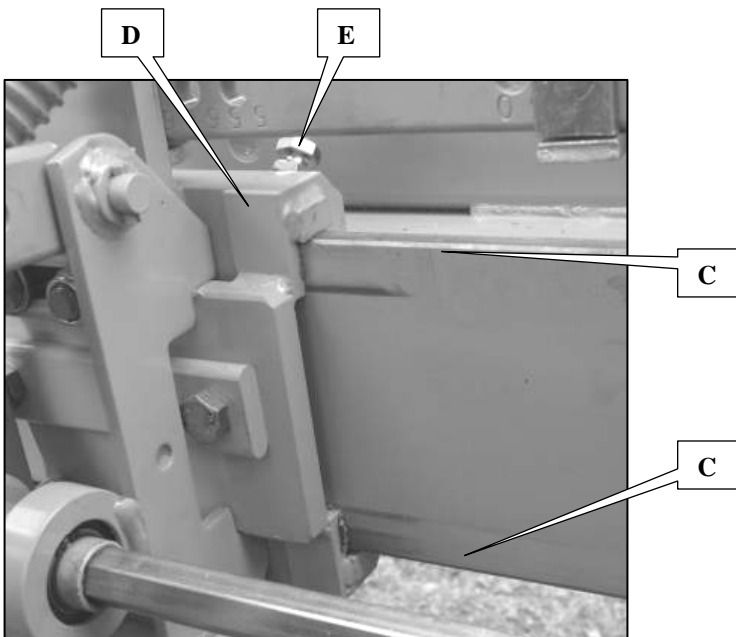

Fig. 2
1 - Smontare la trasmissione e il carter di trasmissione (C fig. 2).
- Les éléments n° 3 et 4 sont montés sur glissière (D fig. 2). Les guides de glissières sont maintenus en pression par les 2 vis (E fig. 2). Le couple de serrage ces 2 vis doit être de 24 N.m. Ne pas intervenir sur les 2 vis inférieures.
- Metering units 3 and 4 are mounted on runners (D fig. 2). The runner guides are kept under pressure by the 2 screws (E fig. 2). The torque of these 2 screws must be from 24 N.m. No adjustments should be made to the 2 lower screws.